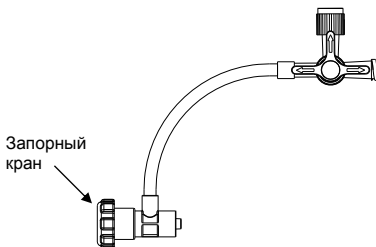

Рис. 5. Гемостатический клапан
- 6) Гемостатический клапан (рис. 5)